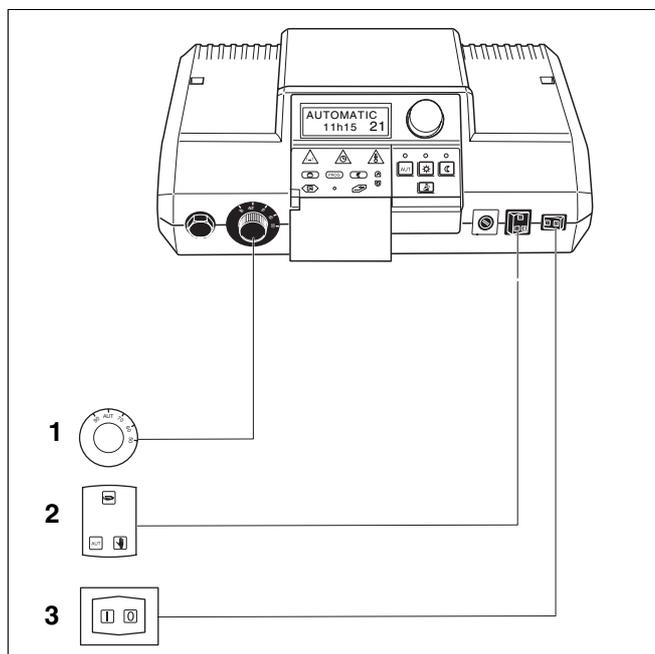

Fig. 17 Vérifier les réglages des éléments de commande
- Thermostat d'eau de chaudière (fig. 17, **pos. 1**)
- Interrupteur auto/manu, de chauffage et d'ECS (fig. 17, **pos. 2**).
- Placer l'interrupteur principal en position **I** (fig. 17, **pos. 3**).